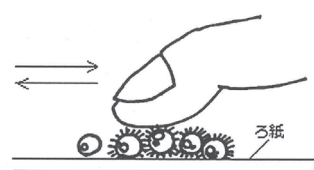

図4
- (4)集めた卵をゴミごとろ紙の上にのせ、指の腹で転がして、卵をバラバラにします(図4)。